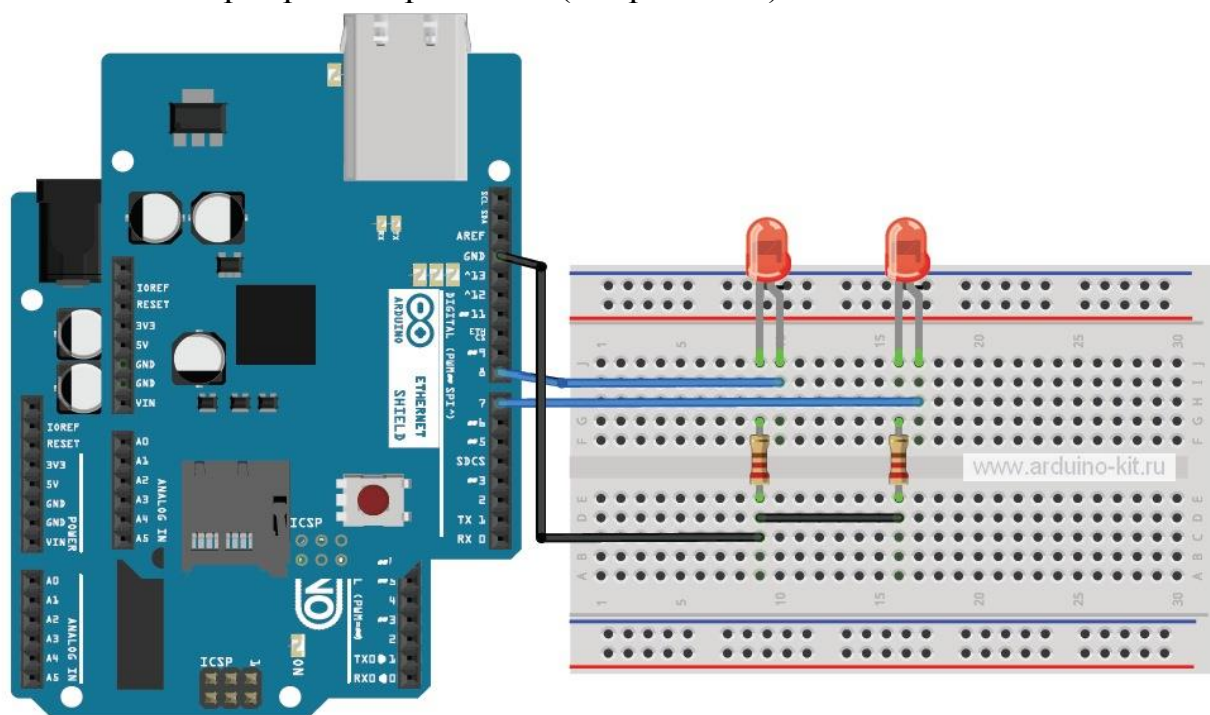

Рис. 29.1. Схема подключения модуля Ethernet shield и светодиодов
Подключаем к плате Arduino Ethernet shield, а к выводам D7, D8 – светодиоды через резистор 220 Ом (см. рис. 29.1).
2. Подключаем светодиоды по схеме на рис. 29.1.